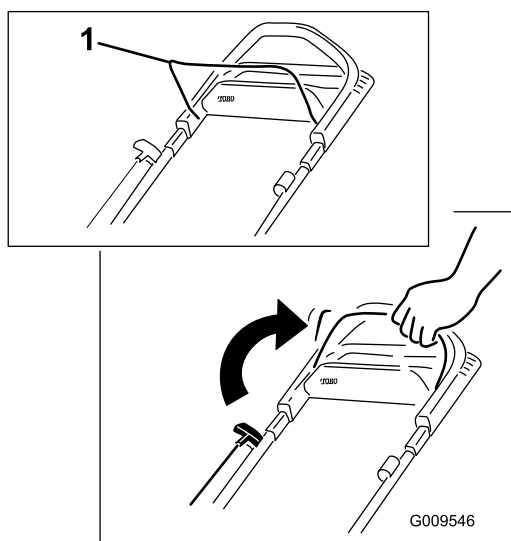

Figura 13
1. Sujete la barra de control de las cuchillas contra el manillar (Figura 13).